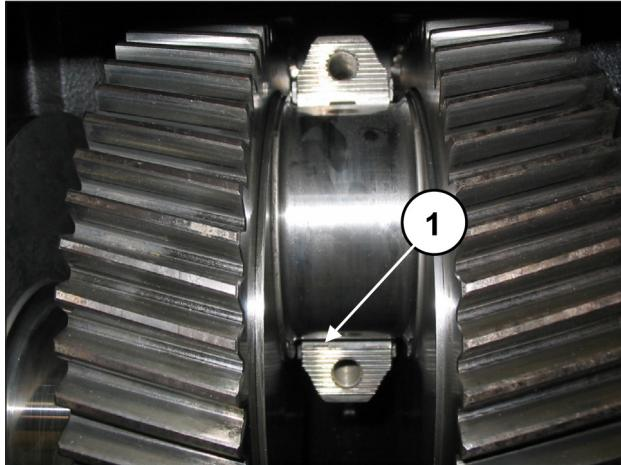

Abb. 81
**Stellen Sie für einen vorschriftsmäßigen Einbau der Lagerschalen sicher, dass die Bezugsmarkierung der Lagerschalen in der entsprechenden Aufnahme am Pleuelhälfte zu liegen kommt (Pos. ①, Abb. 81).**